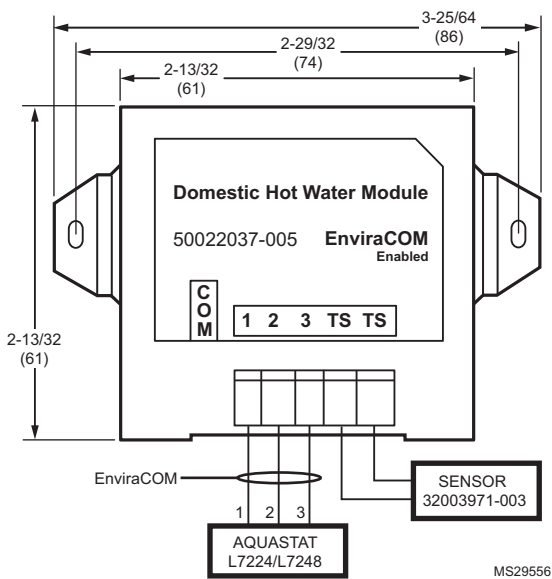

Fig. 1. Diagrama de cableado del módulo de reinicio exterior 50022037-002.
2. Conecte los terminales 1, 2 y 3 del módulo de reinicio exterior a los terminales 1, 2 y 3 del termostato habilitado con EnviraCOM™ (si está disponible), al Aquastat o en cualquier parte del bus donde haya un acceso conveniente. Consulte la Fig. 1.
3. Conecte los 2 cables del sensor de temperatura C7089U (ver Fig. 1) a los terminales OT del módulo de reinicio exterior. Un cable se conecta al terminal OT y el otro cable al otro terminal.